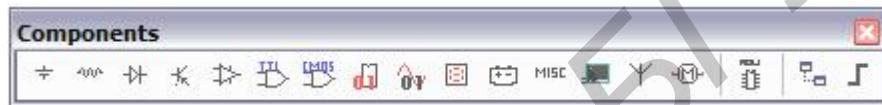

Рис. 6. Панель доступа к компонентам программы
- Components – включает кнопки доступа к отдельным группам компонентов базы данных Multisim (рис. 6).